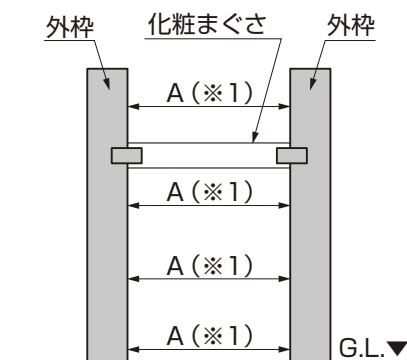
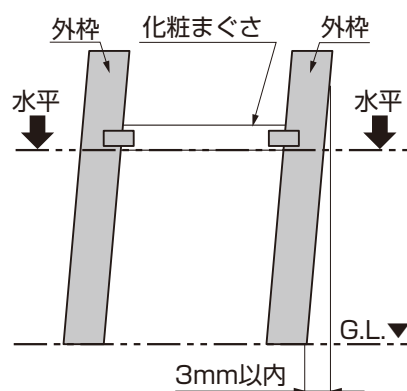
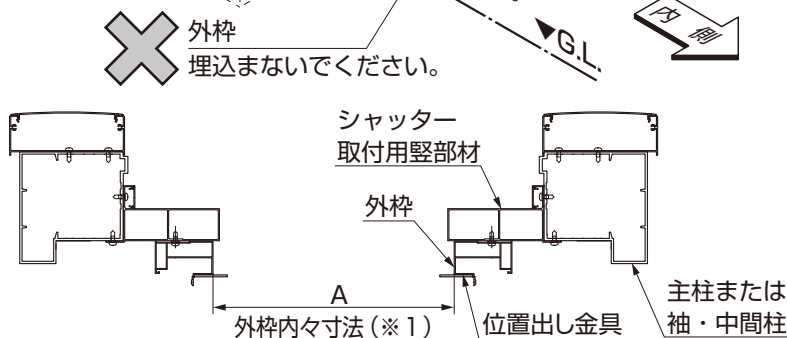

図4-3 外枠内々寸法の測定
図4-4 外枠の倒れと化粧まぐさの水平の測定
図4-2 外枠の間口寸法
(図4-2、図4-3参照)
- シャッターの外枠内々寸法 (3mm以内の誤差) (※1) を測り、正確に出ているか確認してください。シャッター本体が取付けられなくなったり、シャッターの開閉に支障をおよぼし、製品の取付けがやり直しになるおそれがあります。(図4-3、図4-4参照)
- 外枠の水平・垂直が正確に出ているか確認してください。シャッターの作動不良の原因になったり、ロックがかからなくなるなど、製品の取付けがやり直しになるおそれがあります。(図4-4参照)